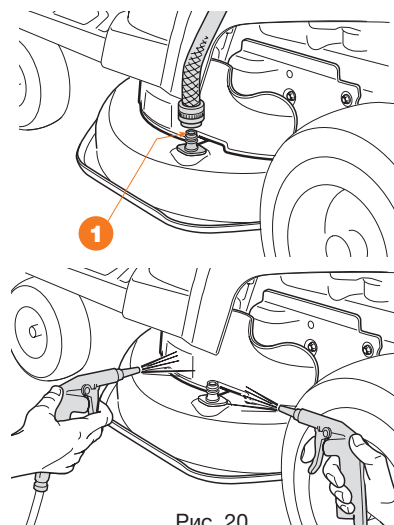

Рис. 20
- подсоедините трубку подачи воды к специальному соединению ❶ и включите воду (Рис. 20);
- продуйте потоком сжатого воздуха через отверстия в правом и левом защитных приспособлениях (Рис. 20).